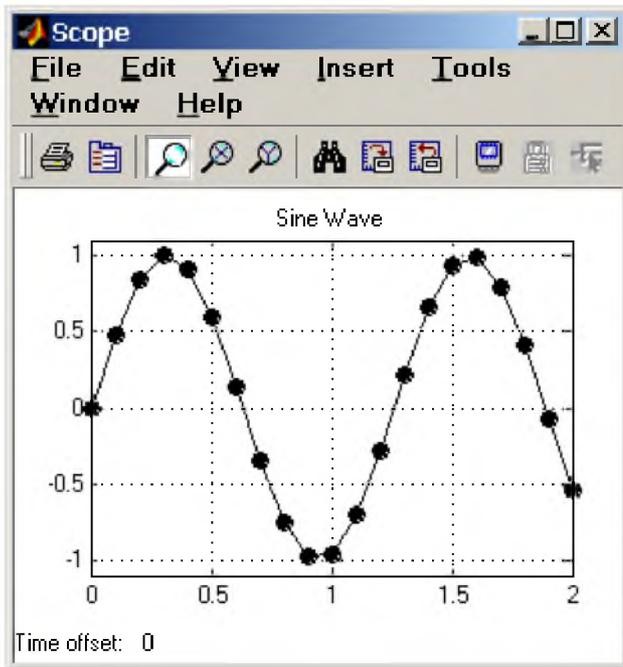
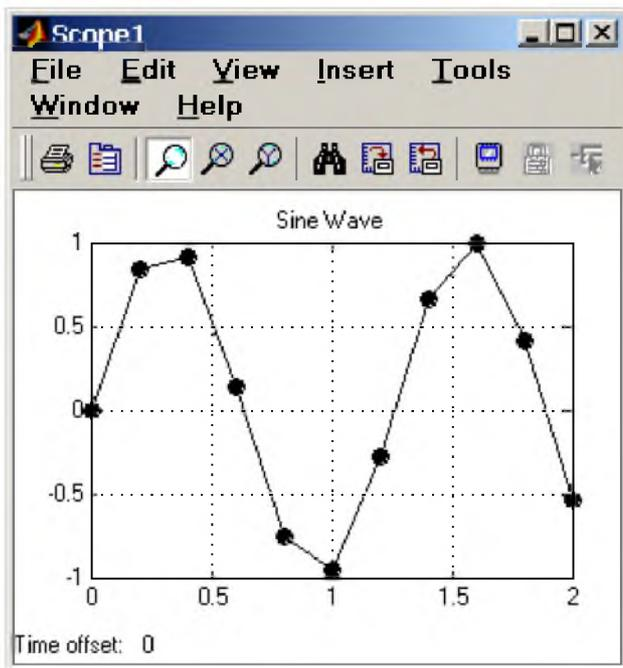

Рис. 9.2.6. Отображение синусоидального сигнала (**Decimation = 1**).
Рис. 9.2.7. Отображение синусоидального сигнала (**Decimation = 2**).
4. **Sampling** — установка параметров вывода графиков в окне. Задаёт режим вывода расчетных точек на экран. При выборе **Decimation** кратность вывода устанавливается числом, задающим шаг выводимых расчетных точек. На рис. 9.2.6 и 9.2.7. показаны графики синусоидальных сигналов рассчитанных с фиксированным шагом **0.1** с. На рис. 9.2.6 в окне блока **Scope** выводится каждая расчетная точка (параметр **Decimation** равен 1). На рис. 9.2.7 показан вывод каждого второго значения (параметр **Decimation** равен 2). Маркерами на графиках отмечены расчетные точки.